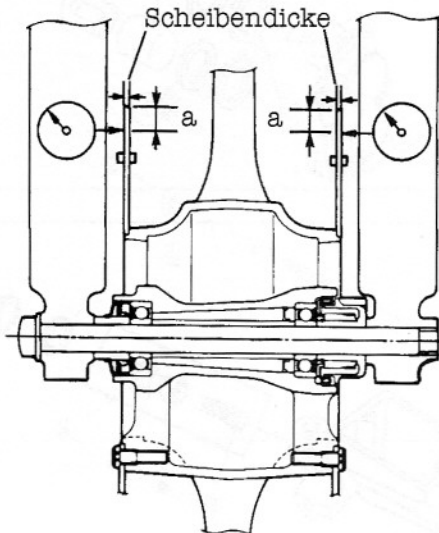

Bild 278
- Stärke der Bremsscheiben mit Mikrometer messen (Bild 278). Verschleissgrenze vorn: 3,5 mm, hinten: 5,5 mm.